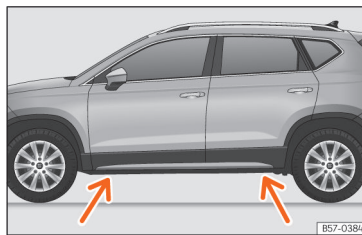

Fig. 226 Pontos de apoio do macaco.
- Procure na longitudinal a marca do ponto de apoio do macaco [zona afundada] mais próximo da roda a substituir » » » Fig. 226.